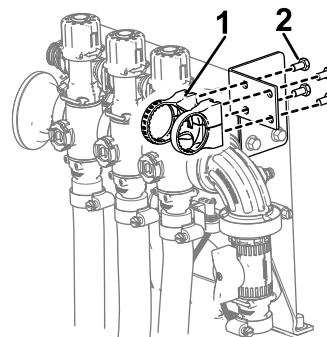

図 20
5. 図 20 に示すように、コントロールバルブアセンブリをコントロールバルブブラケットにボルト M6 4 本で取り付ける。